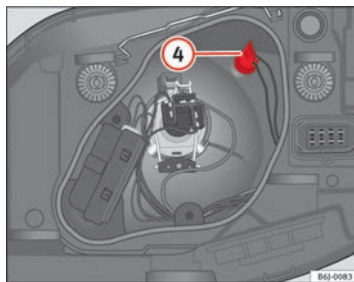

Abb. 147 Standlicht ▶
- Nehmen Sie den Lampenträger ④ ⇒ Abb. 147 heraus.